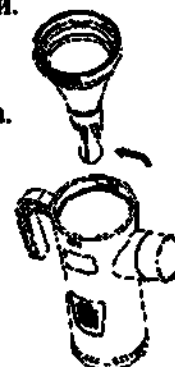

Рисунок 8.
- Поверните против часовой стрелки дефлектор и извлеките его из чашки ингалятора (Рисунок 8).
- Присоедините мундштук к верхней части колпачка. Рисунок 8.